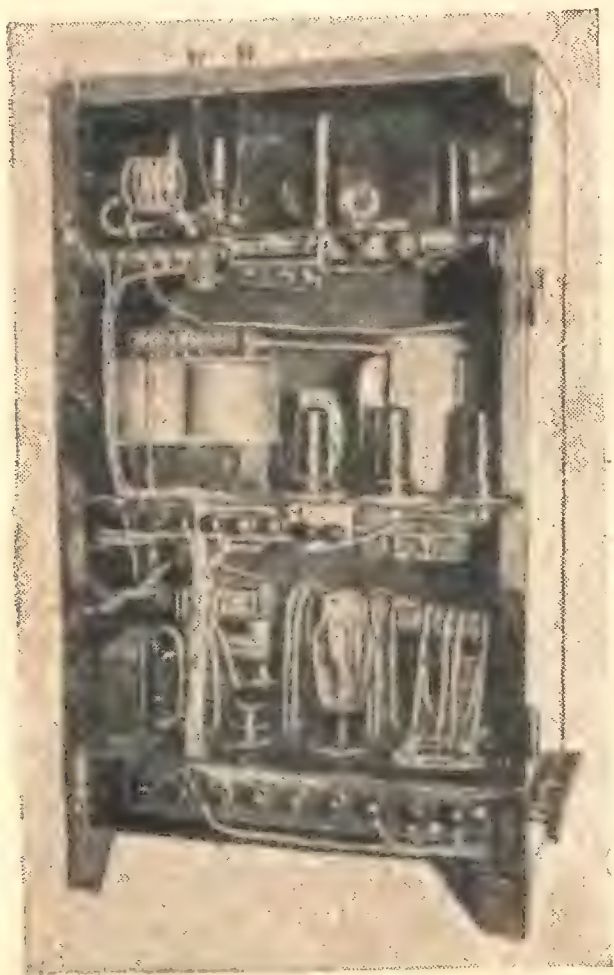

Рис. 1. Стационарный передатчик (дверка снята)
ных дюралюминиевых панелях, вдвигаемых в железный шкаф размером $575 \times 350 \times 220$ mm (рис. 1). Вверху шкафа расположен генератор, в середине — модулятор и внизу — выпрямитель. Генератор выполнен по 4-каскадной схеме CO (MO) — FD — FD — PA (рис. 2).